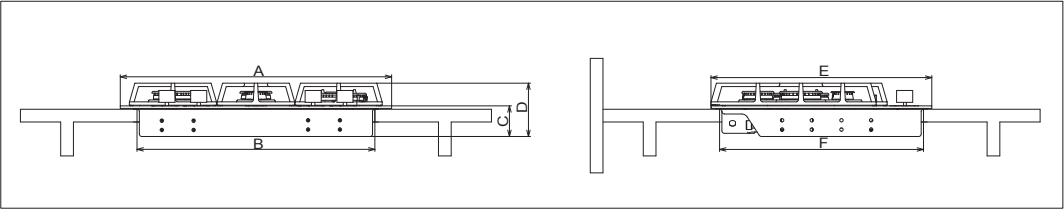

Рис.9
- 1.Плиту следует устанавливать в надёжную горизонтальную кухонную стойку. Встраиваемый размер стойки указан на рис. 9. Убедитесь, что расстояние от горючих материалов более 150 мм, а от негорючих материалов более 50 мм.